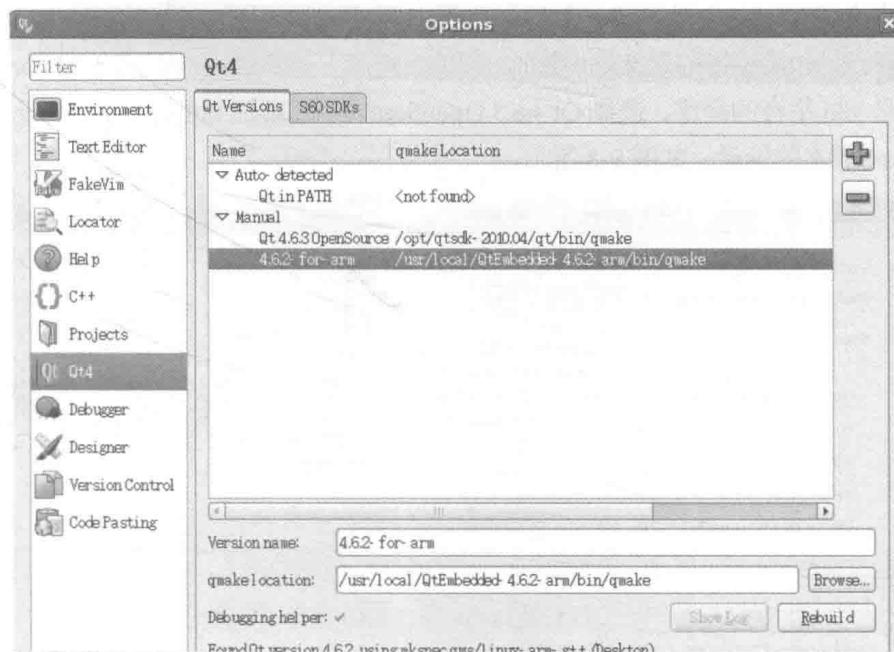

图 9-6 编译器设置成功
(6) 添加完成后, Qt Creator 同时具备了两种编译器路径, 如图 9-6 所示。